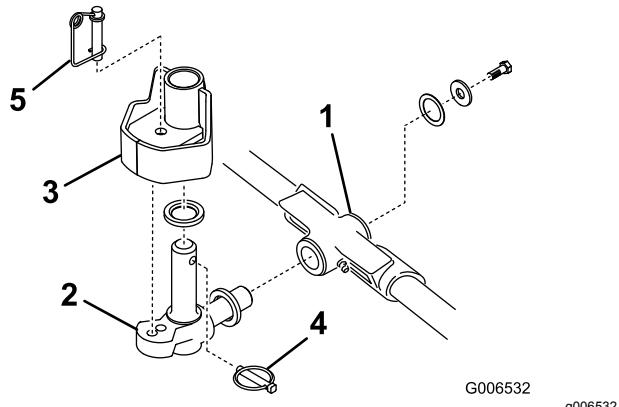

Figure 12
1. Insérez une rondelle de butée sur l'axe horizontal du pivot comme montré à la Figure 12.
2. Insérez l'axe horizontal du pivot dans le tube de montage du bâti porteur (Figure 12).
3. Fixez le pivot au bâti porteur avec une rondelle de butée, une rondelle plate et une vis à embase (Figure 12).
4. Insérez une rondelle de butée sur l'axe vertical du pivot (Figure 12).
5. S'il a été déposé, insérez l'axe vertical du pivot dans le moyeu de pivot du bras de levage (Figure 12).
7. Insérez la goupille à anneau dans le trou transversal de l'axe de pivot (Figure 12).
- de direction dans le trou de fixation du pivot (Figure 12).
13. Accrochez le ressort autour du bas de la goupille de blocage de direction (Figure 12).